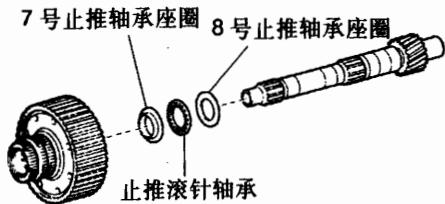

图 12-1-53
(59) 如图 12-1-53 所示, 从中间轴上拆下 8 号止推轴承座圈、止推滚针轴承、7 号止推轴承座圈和后行星齿圈法兰。
(9) 安装后行星齿圈法兰总成。如图 12-1-53 所示，将 8 号止推轴承座圈、止推滚针轴承、7 号止推轴承座圈和行星齿圈法兰安装到中间轴上。7 号止推轴承座圈的内径为 33.4mm，外径为 49.0mm。止推滚针轴承的内径为 32.1mm，外径为 49.35mm。8 号止推轴承座圈的内径为 32.1mm，外径为 49.0mm。